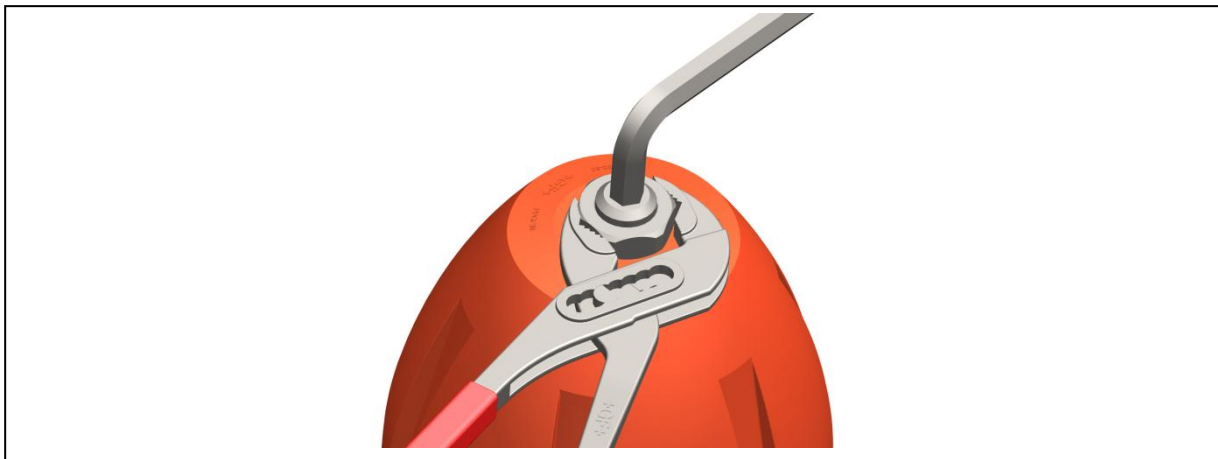

Abb. 6
- ▶ Spindel mit Innensechskant fixieren und gleichzeitig die Kontermutter mit entsprechendem Werkzeug anziehen, siehe Abb. 6